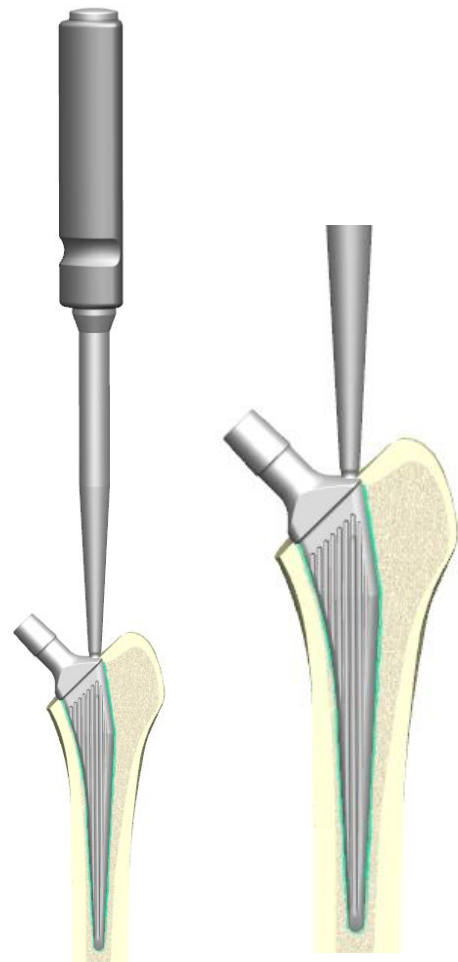

Abbildung 9: Implantation des Schaftes
- Unmittelbar nach Injektion des Zementes die Prothese mittels Schafteinschläger bis zur Auflage des Kragens auf die Resektionsebene in das Implantatbett einbringen (Abbildung 9).